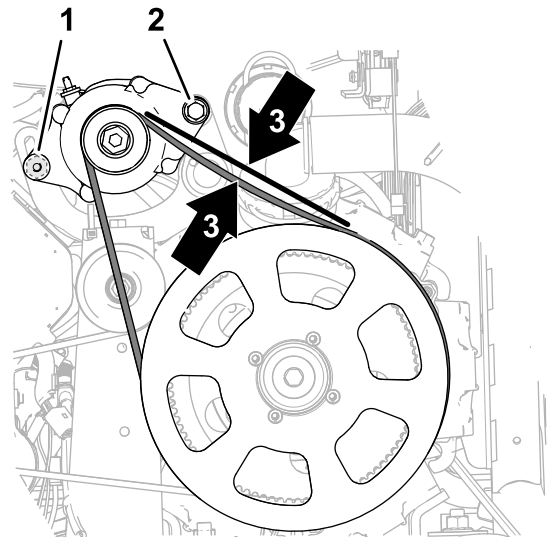

图184
4. 向上旋转交流发电机 图184 以增加皮带的拉力直到当在皮带上交流发电机皮带轮与驱动皮带轮 279mm 的中间位置施加 4.5kg 的力时测量到 9.5mm 的下压。